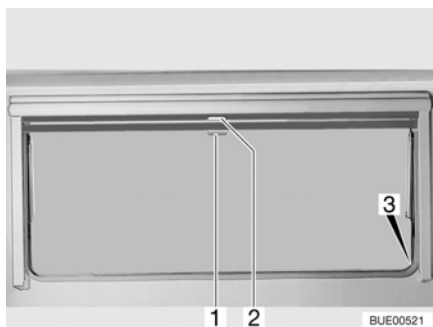

Fig. 28 Fenêtre projetante
- Tirer le store occultant vers le bas en le maintenant par la poignée (Fig. 28,2). Lorsque le store occultant est complètement fermé, l'accrocher des deux côtés du cadre de la fenêtre dans le dispositif de blocage (Fig. 28,3).
- Lorsque le store occultant est complètement fermé : Appuyer sur la poignée (Fig. 28,2) vers le bas tout en la tirant légèrement vers l'intérieur. Décrocher à droite et à gauche le store occultant du dispositif de blocage du cadre de la fenêtre.
- Si le store occultant se trouve dans une position intermédiaire : Tirer la poignée (Fig. 28,2) vers le bas jusqu'à ce que le dispositif de blocage se débloque.
- Tirer la moustiquaire par la poignée (Fig. 28,1) vers le bas et l'accrocher des deux côtés sur le cadre de la fenêtre dans le dispositif de blocage (Fig. 28,3).
- Appuyer sur la poignée (Fig. 28,1) vers le bas tout en la tirant légèrement vers l'intérieur. Décrocher à droite et à gauche la moustiquaire des dispositifs de blocage du cadre de la fenêtre.